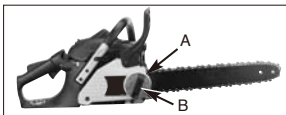

Fig. 4
1. Hold næsen af sværdet opad, og drej kæderingen (A) MED URET, for at øge kædestramningen. Drejes kæderingen (A) MOD URET, løsnes kæden. Sørg for at kæden sidder stramt hele vejen rundt om sværdet. (Fig. 4)
2. Når du har foretaget justeringerne, spændes holdemøtrikken til sværdet ordentligt, samtidig med at næsen på sværdet holdes oppe. Kæden er ordentlig spændt, når den har en pasform rundt om sværdet, og den kan trækkes rundt af en behandsket hånd. (Fig. 4)